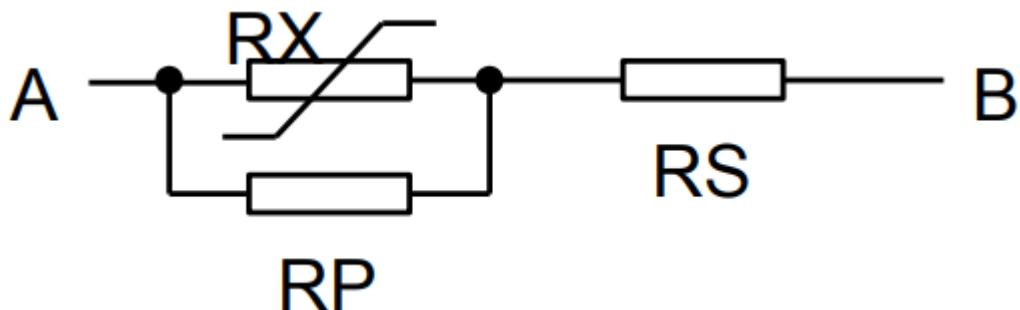

Рис. 20.12. Схема измерения для функции **SENSOR_INT**
Функция **SENSOR_INT** вычисляет значение сопротивления для термометра сопротивления (TC) на основании измеренных значений напряжения **Voltage** и силы тока **Current** с учетом паразитных сопротивлений **RP** и **RS**. Схема измерения приведена на рис. 20.12. Вычисленное значение сопротивления может быть преобразовано в значение температуры с помощью функций **TEMP_xx**.